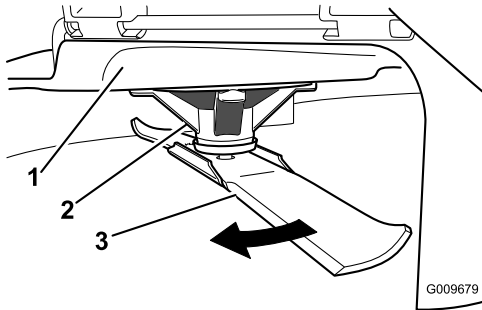

Figure 46
2. Enfilez des gants épais ou utilisez une autre protection adéquate pour les mains, et faites tourner la lame lentement jusqu'à une position permettant de mesurer correctement la distance entre le tranchant et la surface plane sur laquelle se trouve la machine (Figure 46).